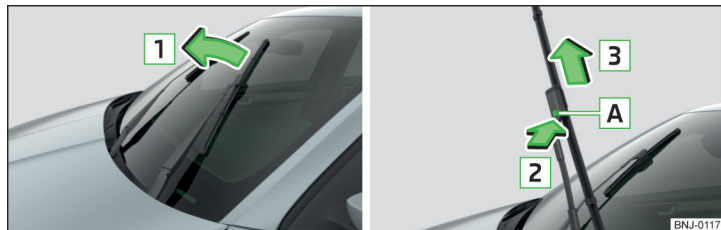

Fig. 198 Spazzola tergicristallo per parabrezza
- Sollevare il braccio del tergicristalli dal cristallo in direzione della freccia 1 » fig. 198.